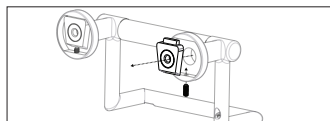

Fig. 6
- Attachez la barre d'assistance sur le support de fixation et fixez-la avec la vis sans tête à six pans creux 10-24 x 1/2 po. Répétez l'opération pour le côté opposé. **(Fig. 6)**